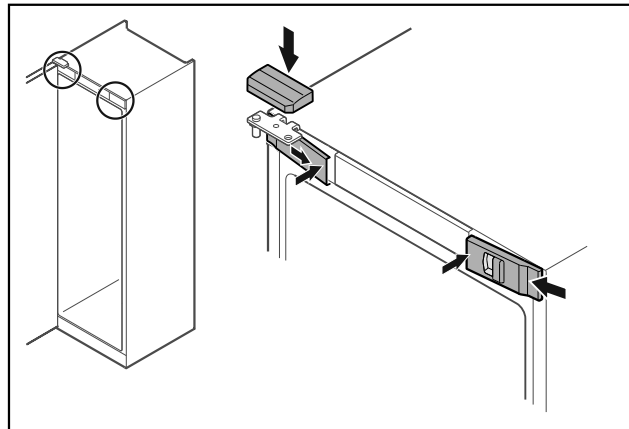

Fig. 51
- ▶ Akassza be oldalt az elülső burkolatokat Fig. 51 (1), és belül pattintsa be.
- ▶ Felülről pattintsa be a felső burkolatot Fig. 51 (2).